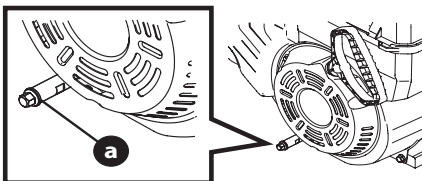

Figura 9
NOTA: Dependiendo del modelo del motor, el tapón de drenaje de aceite podría estar en la parte frontal y/o posterior del bloque, o como tubo extendido (se ilustra en la Figura 9). Ejemplos en la Figura 4 de la página 25.
3. Limpie el área alrededor del tapón de drenaje de aceite (a) (Figura 9).
5. Retire el tapón de drenaje de aceite (Figura 9).